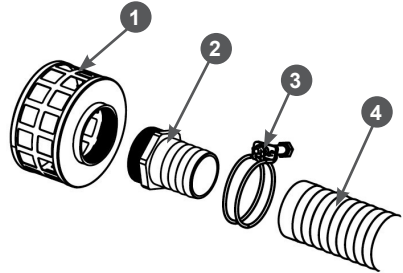

Рис. 10. Установка всасывающего фильтра
1. Закрутите в корпус 1 всасывающего фильтра коннектор 2 всасывающего рукава (Рис. 10).
2. Наденьте до упора всасывающий рукав 4 на патрубок коннектора 2 и затяните его хомутом 3 (Рис. 10).